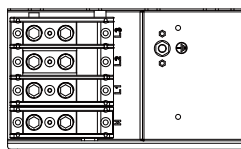

Figura 5.10 Apertar o condutor de conexão CA
2) Conecte o condutor na Caixa de Junção, capa impermeável e insira no terminal. (A figura mostra o modo de conexão das três fases conectadas à Caixa de Junção, condutor terra aparafusado na carcaça do Inversor) Fig 5.9, e use uma chave de fenda hexagonal para prender a capa do condutor no terminal de conexão como mostrado na Figura 5.10.